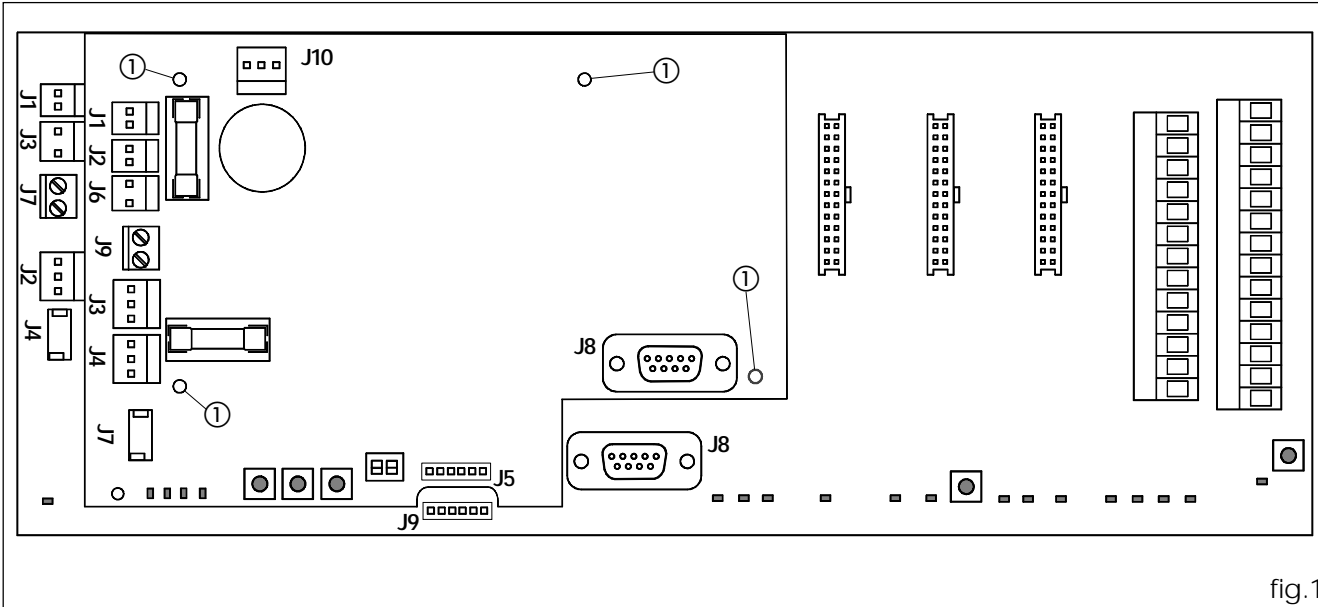

fig.1
Le porte 940 doppio motore assemblate vengono fornite con la scheda secondo motore già cablata. Nel caso di porte in kit montare la seconda scheda utilizzando i distanziali in dotazione posizionandoli sulla scheda 940SDM in corrispondenza dei fori come in fig. 1 rif. ①. Cablare le due apparecchiature utilizzando i cavetti a corredo e seguendo lo schema di fig. 2.